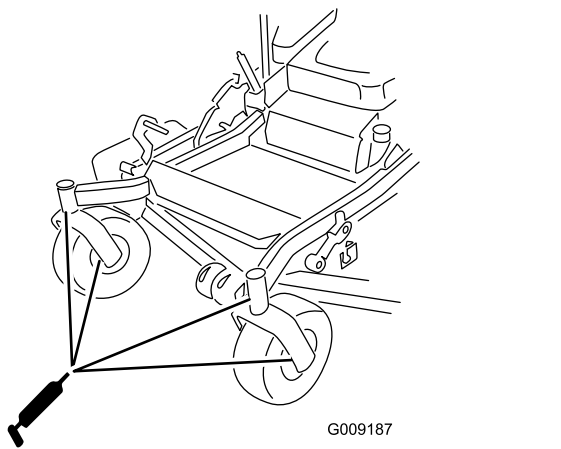

Figura 48
12. Instale o tampão hexagonal e o tampão antipoeira (Figura 48).